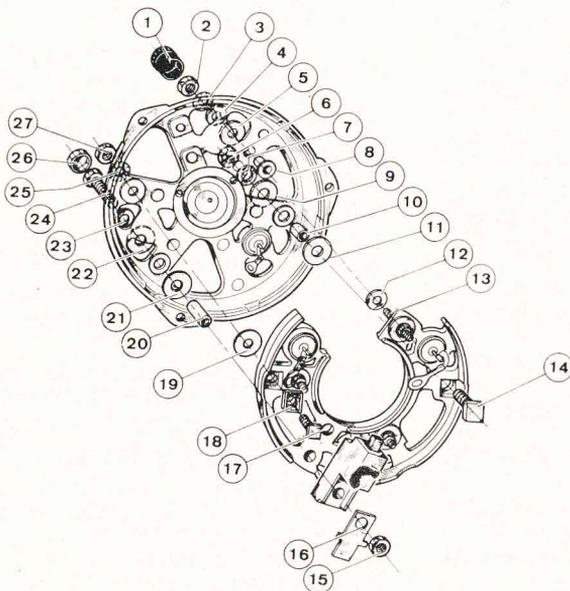

Fig. 109. — Alternateur Paris-Rhône : dépose du porte-diodes positif.
— Déposer l'écrou (6) de la borne +, les rondelles plate et isolante (voir fig. 109).